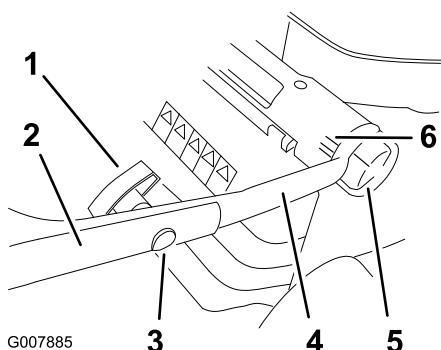

Figure 3
1. Desserrez les boutons de réglage de hauteur du guidon et faites pivoter la partie inférieure vers l'arrière de la tondeuse, jusqu'à ce qu'elle vienne se loger dans l'une des positions de réglage de hauteur, comme indiqué à la Figure 3. Pour régler la hauteur du guidon, reportez-vous à la rubrique Réglage de la hauteur du guidon.
3. Assemblez la partie supérieure sur la partie inférieure du guidon à l'aide des boulons à tête ovale et montez les boutons comme indiqué à la Figure 3. **Serrez solidement les boutons du guidon.**
Le guidon peut être réglé à 3 hauteurs différentes : haute, moyenne, basse (Figure 3). Réglez le guidon à la hauteur la plus confortable pour vous.